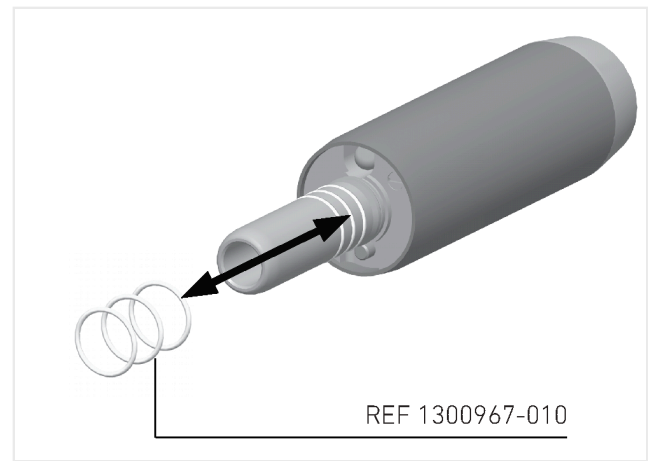

FIG. 7
2. Scoateți becul prin orificiul de dimensiuni reduse de pe partea laterală, împingându-l înainte (evitați să atingeți partea din sticlă a becului) (FIG. 7).